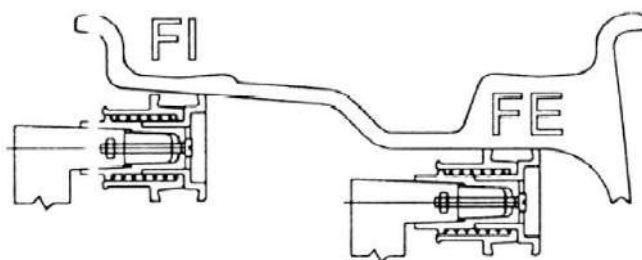

Рис.9
- al значение расстояния: Сначала вытяните головку линейки, как показано на рис. 9, и удерживайте ее в положении F1 в течение 4 секунд, автоматически считываются данные "al distance" с измерительной шкалы и вручную исправьте данные с помощью **a+** **a-** (автоматическое измерение является опциональным).
- AE значение расстояния: сначала вытяните головку линейки, как показано на рис. 9, и удерживайте ее в положении FE в течение 4 секунд, а затем, автоматически считываются данные "aE расстояние" со шкалы измерения и вручную корректируйте данные с помощью **b+** **b-** (автоматическое измерение является опциональным).